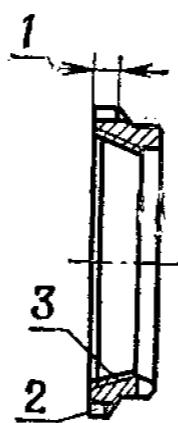

Рис. 105. Блокирующее кольцо синхронизатора
7. Блокирующее кольцо синхронизатора (рис. 105)